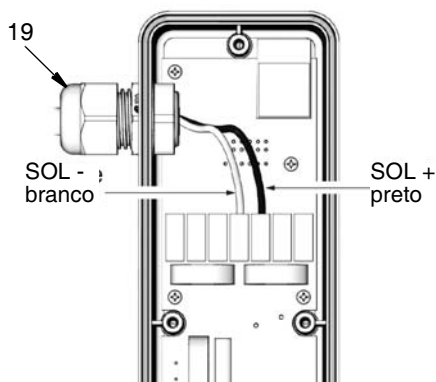

FIG. 35
5. Dentro do gabinete dos componentes eletrônicos do PAC (2), desconecte o fio neutro (branco) e o fio da linha (preto) do SOL - (branco) e do SOL + (preto) no bloco do terminal (FIG. 35).
6. Afrouxe a fixação do cabo (19) e remova-o completamente (FIG. 35).